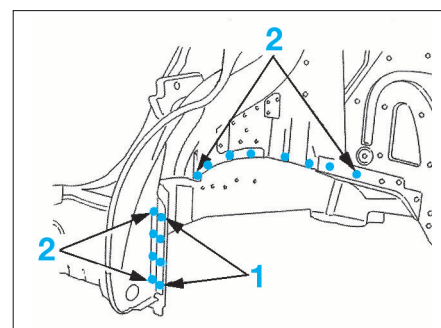

FIG. 80
- Souder à la pointeuse électrique les points (1) (Fig.80).